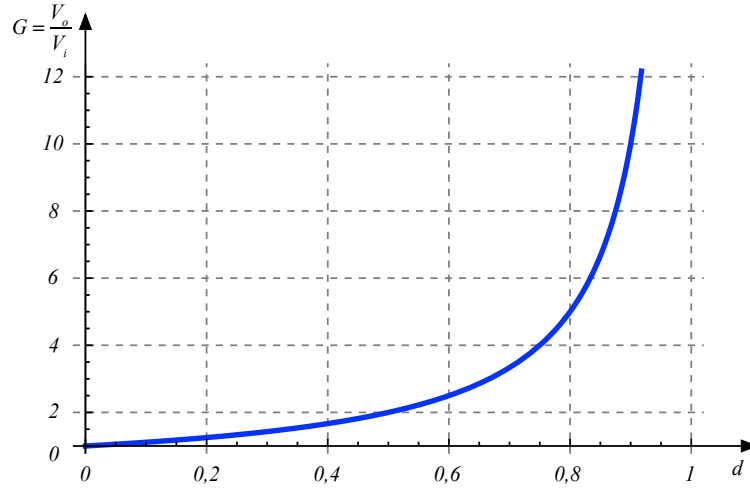

Figura 9 – Ganho estático do conversor cc-cc Boost.
O comportamento da relação entre a tensão de saída e de entrada para variações na razão cíclica entre zero e cem (100) por cento é mostrado na Figura 9. Nota-se pela Figura 9 que o comportamento do ganho estático do conversor não é linear em relação às variações da razão cíclica, em termos de valores médios.
É importante destacar, observando-se a Figura 9 e a expressão que determina a tensão de saída do conversor, que este tem característica de elevador de tensão, isto é, a tensão de saída (V_o) sempre será maior do que a tensão de entrada (V_i), para qualquer valor de razão cíclica (D). Além disso, quando a razão cíclica se aproximada da unidade (100%), a saída tenderá a valores muito altos.